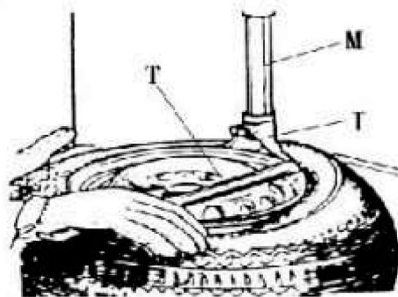

Рис. 6
Приподнять монтажную головку над краем обода диска на 2-3мм, используя монтажку (T), поднять борт шины , как показано на рис.6, нажать педаль (Z) и повернуть поворотный стол с установленным колесом до полного снятия борта шины с колесного диска.